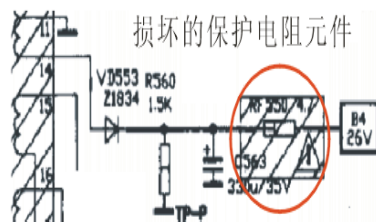

图3 保护元件
故障分析与检修方法：用万用表电阻R×10档测量，用红表笔接地，黑表笔碰触场输出块LA7838的激励信号输入脚②脚，观察水平亮线没有随碰触而上下闪动，为此检查LA7838各脚直流电压，发现+25V电源端⑧脚上为0V电压，经电路查找，该电压来自电源IC开关变压器的14脚，经整流滤波元件VD553、R560、C563后得到25V电压，再经保险电阻RF550送到场输出集成电路LA7837的8脚的，如图3所示。